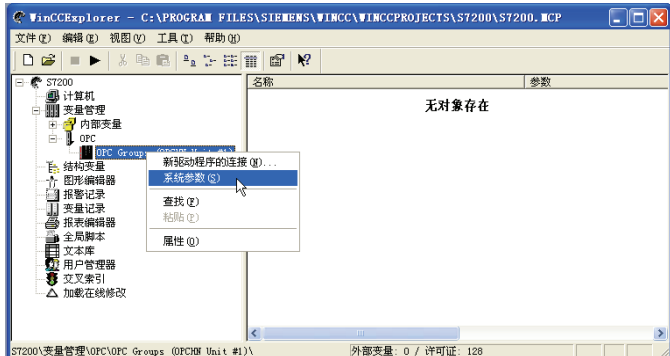
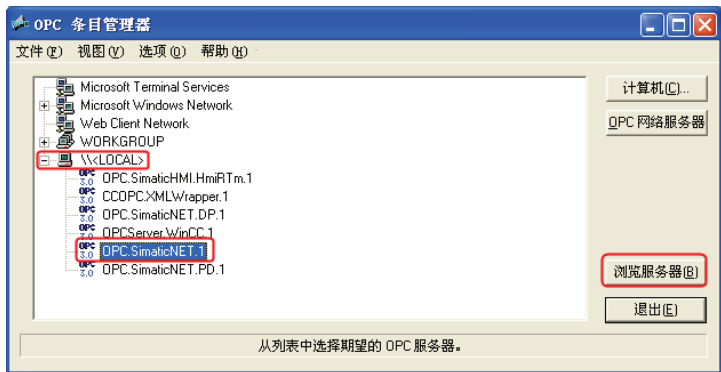

图 10-57 打开系统参数
图 10-58 “OPC 条目管理器”窗口
3) 打开系统参数。如图 10-57 所示，选中左侧浏览器窗口的“OPC Group”，单击鼠标右键，弹出快捷菜单，单击“系统参数”，弹出如图 10-58 所示的窗口。
4) 在 WinCC 中搜索及添加 OPC Scout 中定义的变量。如图 10-58 所示，先展开“LOCAL”选项，再选中“OPC.SimaticNET.1”，最后单击“浏览服务器”按钮，弹出“过滤标准”对话框，如图 10-59 所示，单击“下一步”按钮，弹出 10-60 所示的对话框。